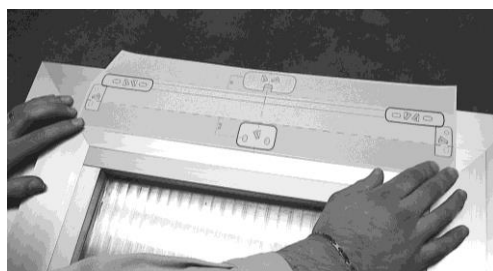

Рисунок 9
- c) Приложите шаблон к раме, совместив ось с ранее начерченной средней линией "X" (Рис. 9). **Внимание!** Для некомпланарных оконных блоков отрежьте часть шаблона, окрашенную в серый цвет, и приложите ее к створке, удерживая ее в том же положении совмещения.